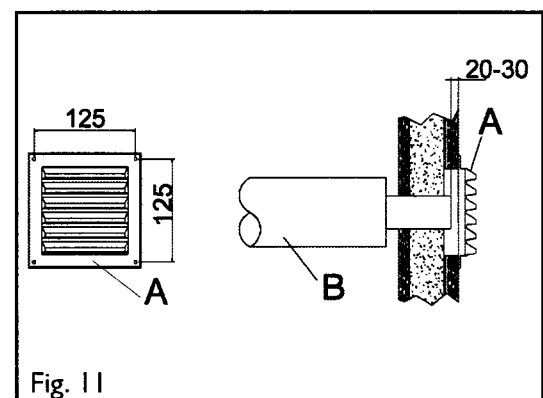

Fig. 11
Utblåsningsröret skall alltid ledas ut. Då utblåsningsröret dras ut genom en vägg, monteras utblåsningsgallret på utsidan av väggen. Längden på röret anpassas så, att det fria avståndet mellan rörets ände och gallret (A) blir 20-30 mm (fig. 11). Ifall utblåsningen dras ut genom taket, skall man använda lämpliga genomföringar för resp. tak. Se till att regnvatten inte kan tränga in i utblåsningsröret.
- A Utblåsningsgaller 140x140 (fig. 11)
- B Ljuddämpare Ø 85x320 mm (fig. 11)